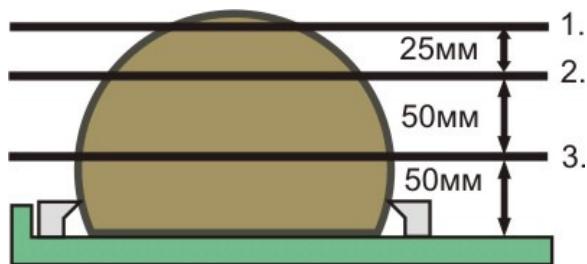

рис. 2.
13. Джойстиком установите пилу на высоту 129.0 мм, дисплей (2.) показывает «129.0», рис. 2 позиция 1.
16. Джойстиком установите пилу на высоту 27.0 мм ($25.0 + 2.0 = 27.0$), дисплей (1.) показывает «27.0», рис. 2 позиция 2.
19. Джойстиком установите пилу на высоту 52.0 мм ($50.0 + 2.0 = 52.0$), дисплей (1.) показывает «52.0», рис. 2 позиция 3.